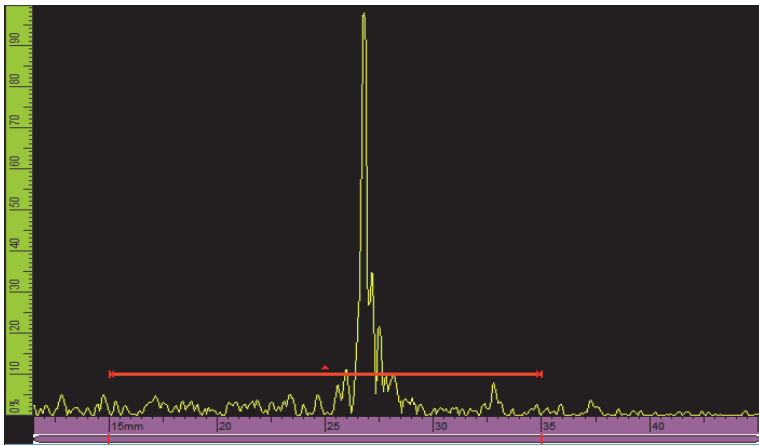

Abbildung 1 Visuelle Referenz auf der Blende
- **Um eine Blende einzustellen**, klicken Sie auf die ausgewählte Blende. Um das Blenden-Popup-Fenster **Start** im Bearbeitungsmodus zu öffnen, klicken Sie auf das linke Blendenende. Um das Blenden-Popup-Fenster **Höhe** im Bearbeitungsmodus zu öffnen, klicken Sie auf die Blende in der Mitte. Um das Blenden-Popup-Fenster **Breite** im Bearbeitungsmodus zu öffnen, klicken Sie auf das rechte Blendenende. Bei einer kurzen Blende kann es schwierig sein eine bestimmte Stelle anzuklicken. Eine visuelle Referenz zeigt an, welche Bereiche der Blende verfügbar sind (siehe Abbildung 1 auf Seite 3).